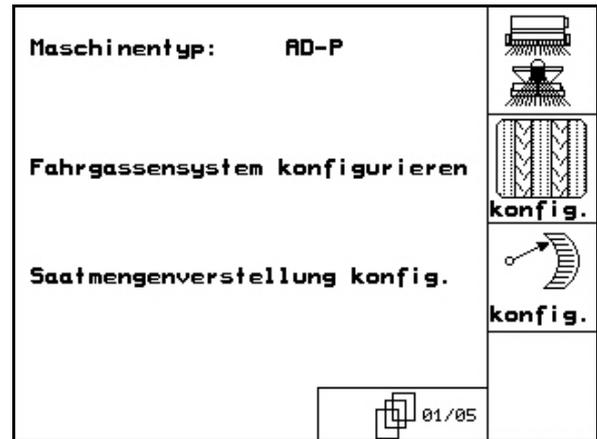

Fig. 24
**Página 1**  **Datos básicos (Fig. 24)**